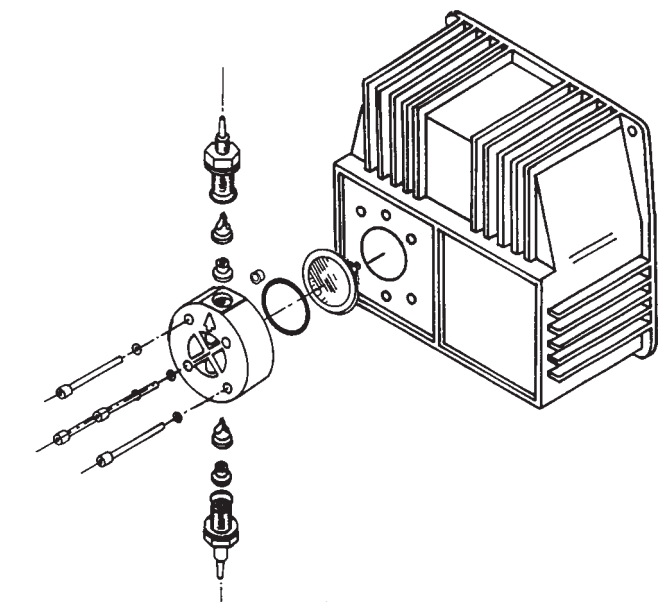

Fig. 13
❶ Controllare periodicamente il livello del serbatoio contenente la soluzione da dosare, onde evitare che la pompa funzioni a vuoto; anche se in questo caso l'apparecchiatura non subisce alcun danno, si consiglia comunque questo controllo onde evitare danni derivanti dalla mancanza di additivo nell'impianto.
❷ Controllare almeno ogni 6 mesi il funzionamento della pompa, la tenuta delle viti e delle guarnizioni. Operando con liquidi particolarmente aggressivi, effettuare controlli anche più frequenti, controllare in particolare la concentrazione dell'additivo nell'impianto; una riduzione di tale concentrazione potrebbe essere determinata dalla usura delle valvole (che in tal caso vanno sostituite facendo attenzione nel rimontarle come in fig. 13 - 14) o dall'intasamento del filtro che va pulito come al successivo punto 3.
❸ La Casa consiglia di pulire periodicamente la parte idraulica (valvole e filtro). Detta pulizia non si può dire a che intervalli di tempo effettuarla perché dipende dal tipo di applicazione, e nemmeno quale reagente utilizzare perché dipende dall'additivo usato. Premesso ciò possiamo suggerire come intervenire se la pompa lavora con ipoclorito di sodio (caso più frequente):
- togliere preventivamente dal corpo pompa tutta l'acqua presente (se questa si miscela con l'acido solforico genera una forte quantità di gas con conseguente surriscaldamento della zona interessata arrecando danni alle valvole ed al corpo pompa). Per effettuare questa operazione, se l'apparecchiatura non è fissata all'impianto si può farla pulsare per pochi secondi (15-30) tenendola capovolta e senza tubetti collegati ai raccordi, se ciò è impossibile smontare e rimontare il corpo pompa (fig. 13 - 14) utilizzando le quattro viti di fissaggio.
Warning: if the water mixes with sulphuric acid it can produce a large quantity of gas with consequent over-heating of the area causing damage to valves and pump head. This operation can also be done with the pump disconnected from the plant by turning the pump upside-down for 15 to 30 seconds and without connecting the tubing to the nipples: if this operation is not possible, dismantle and remount the pump head (fig 13 - 14) using the four mounting screws.